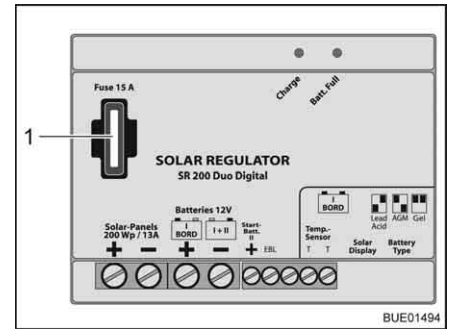

Fig. 174 Fusible pour le régulateur de panneau solaire 140/200 W
- Changer le fusible plat 15 A/bleu (Fig. 174,1).